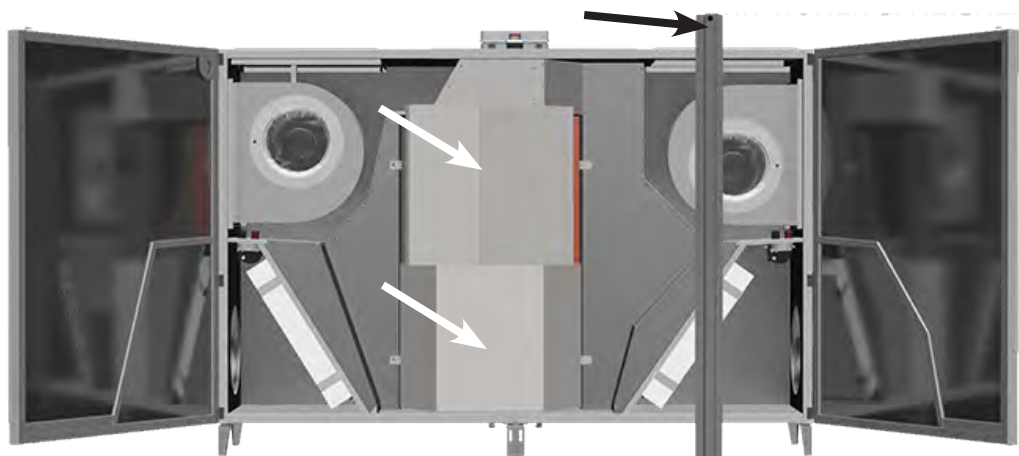

Abbildung 33: Wärmetauscher entnehmen
- Ziehen die nummerierten Plattenwärmetauscher (Abb. 33, weiße Pfeile) aus der Führung: zwei (2) bei Vario 1000/1500 SE und drei (3) bei Vario 2500/3500 SE.